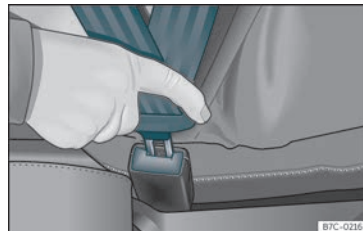

Fig. 9 Inserir a lingueta do cinto de segurança no fecho correspondente.
- Encaixe a lingueta no fecho do respetivo banco»» **Fig. 9.**